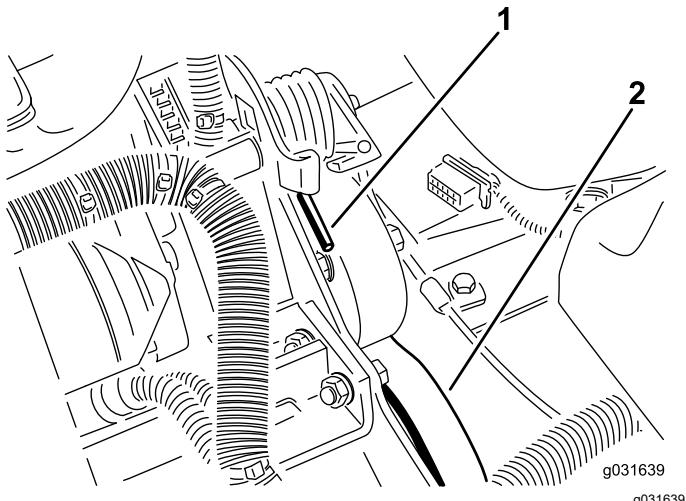

Figura 62
- Premete l'estremità della molla e spingetela in avanti per sbloccarla dalla staffa e rilasciare la tensione della molla (Figura 62).